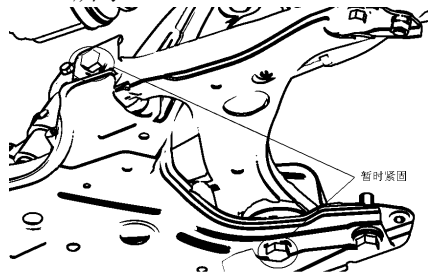

图1-17
- ⑤ 安装
- a. 临时拧紧前悬下摆臂总成。用 2 个螺栓和螺母，暂时紧固前悬下摆臂总成。不用打力矩，见图 1-17 所示。
- d. 充分紧固前悬下摆臂总成。用 2 个螺栓紧固下摆臂，如上图 1-17 所示，拧紧力矩 218Nm。注意：不要转动螺母。